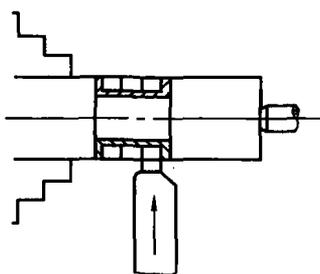

图5 车宽外沟槽的方法
2) 车较宽的沟槽，可以采用多次直进法切削（图5）。并在槽壁两侧留一定的精车余量，然后根据槽深、槽宽精车至要求尺寸。